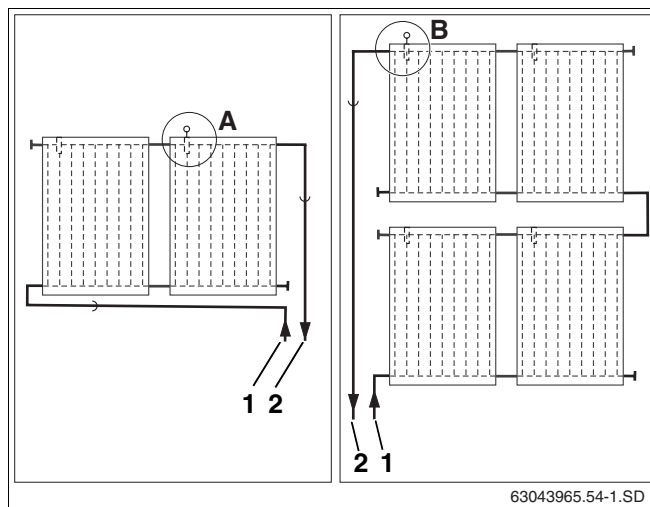

Fig. 30 Punto de montaje de la sonda del colector (representación esquemática)
Tenga en cuenta el lugar de instalación en el caso de montar una o dos filas de colectores en serie (fig. 30).
La sonda del colector debe montarse en el colector con la tubería de impulsión conectada (fig. 30, **pos. 2**).
- Lugar de instalación (fig. 30, **pos. A**) en el caso de una fila de colectores.
- Lugar de instalación (fig. 30, **pos. B**) en el caso de dos filas de colectores.